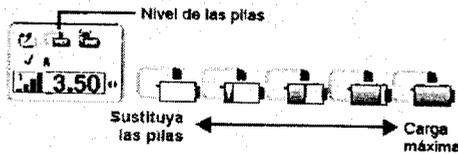

Figura 4.11 Estado de las pilas del neuroestimulador externo.
2. Compruebe el nivel de carga de las pilas del neuroestimulador externo en la pantalla **Terapia** (Figura 4.11).